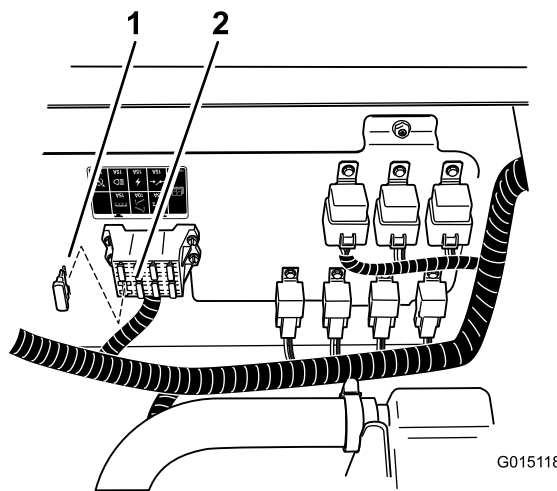

Рисунок 30
6. Установите предохранитель на 10 А в блок предохранителей (Рисунок 30).